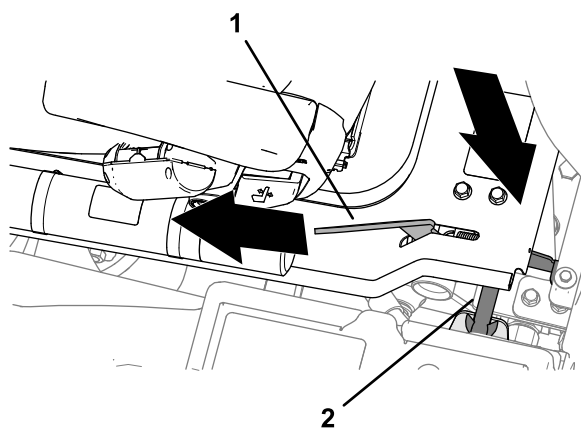

**Figura 54**
2. Quando la piattaforma si è abbassata quasi completamente, spostate la maniglia di fermo della piattaforma (Figura 54) verso la parte anteriore della macchina.